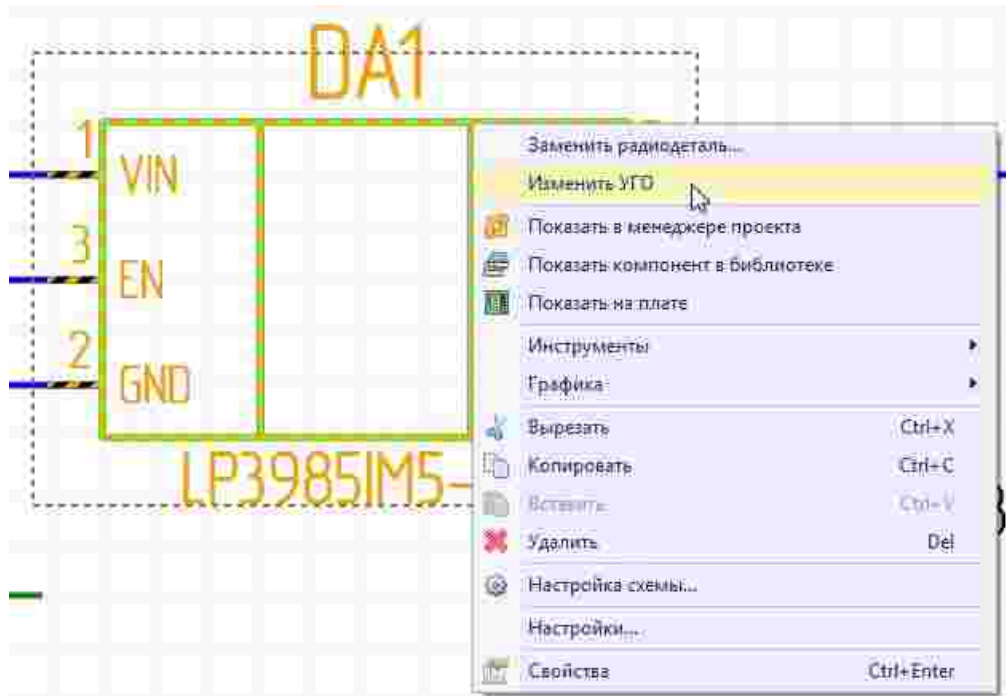

Рис. 34 Вызов функции по редактированию УГО на схеме
1. Выбрать на схеме УГО компонента и вызвать контекстное меню, см. Рис. 34.